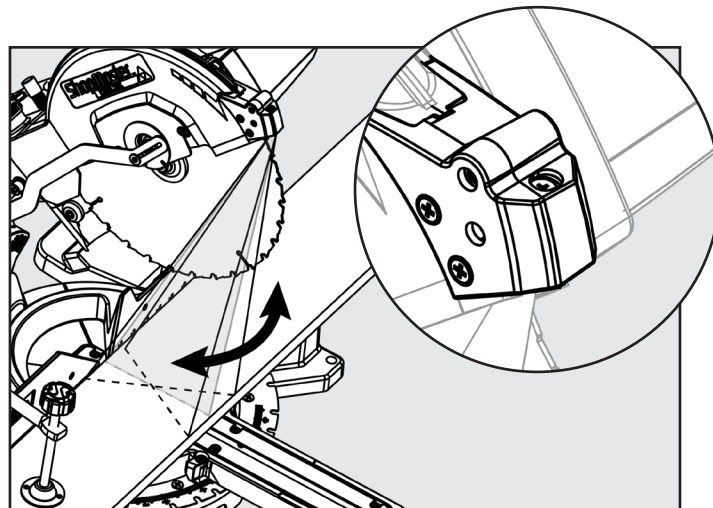

FIGURE 27
Consultez la figure 27 et suivez les instructions suivantes si vous remarquez que la ligne du laser n'est pas parfaitement parallèle avec la lame de la scie : tournez la vis (A) avec un tournevis à tête cruciforme pour que la ligne du laser soit parallèle avec la lame de la scie.